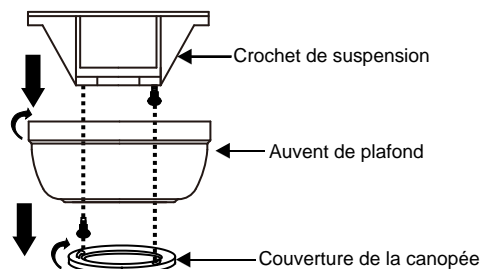

Fig. 5
Étape 1. Retirez le couvercle inférieur du baldaquin décoratif du baldaquin en le tournant dans le sens inverse des aiguilles d'une montre. (Fig. 5)
Étape 2. Retirez le support de fixation au plafond du toit en le retirant (et enregistrez une des deux vis. Desserrez la vis restante d'un demi-tour. (Fig. 5)